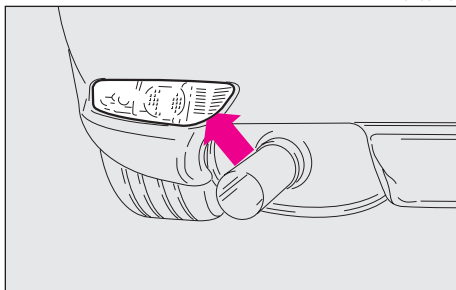
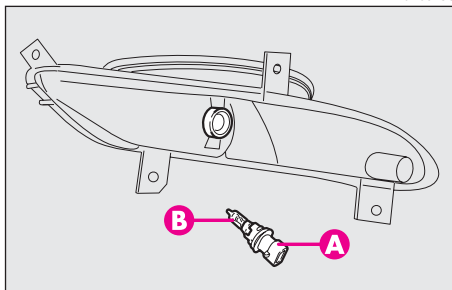

fig. 31
fig. 32
- dalla parte inferiore del paraurti (**fig. 31**) agire sul portalampada (**A-fig. 32**) ruotandolo in senso antiorario ed estrarlo. Prestare particolare attenzione alla marmitta se è ancora calda, pericolo di ustioni;